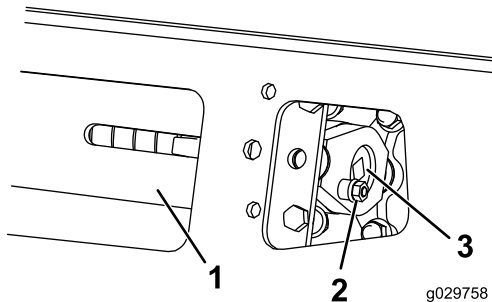

Bild 59
3. Entfernen Sie die Befestigungsschraube, Distanzstück und Mutter (**Bild 59**).
5. Fluchten Sie die am nächsten liegende Kerbe in der Spannschraube mit dem Loch der Befestigungsschraube aus und befestigen Sie die Schraube mit der Befestigungsschraube und Mutter (**Bild 59**).
4. Entfernen Sie die Befestigungsschraube und Mutter (Bild 59).
5. Lösen Sie die Antriebsspannung mit einer Ratsche (½"), indem Sie die Spannschraube nach rechts drehen (Bild 59 und Bild 65).